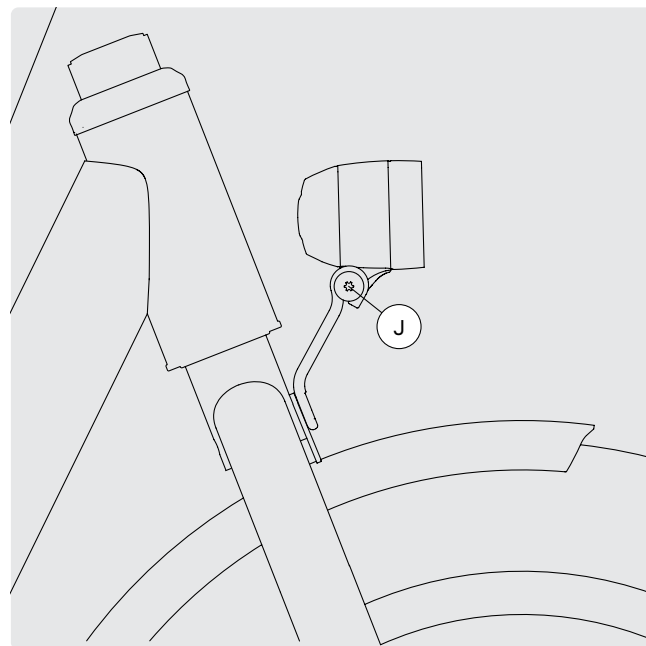

FIG. 47
- 1 Afloje el tornillo de ajuste J en el faro delantero (fig. 47).